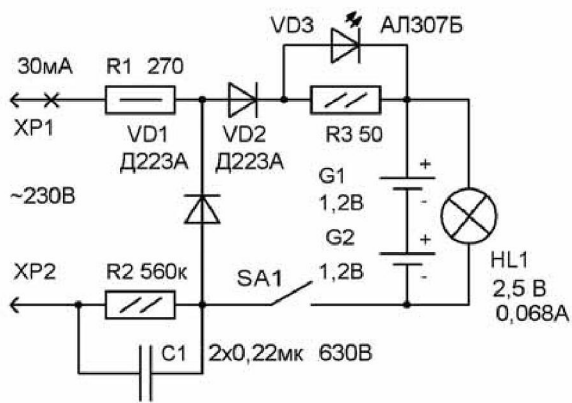
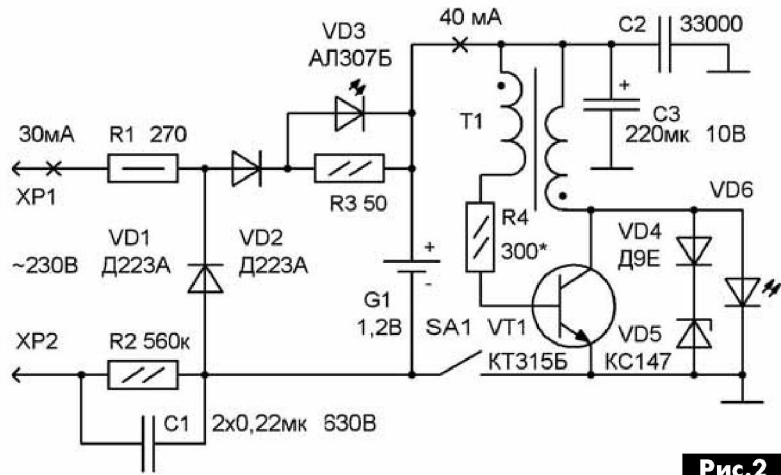

Рис. 1
Рис. 2
- изменена схема (**рис. 1**);
Во втором, более сложном варианте реанимации АКФ была полностью изменена схема (**рис. 2**). В фонарик установлены элементы схемы выпрямителя R1, R2, C1, VD1, VD2, и индикации тока заряда VD3, R3 АК на светодиоде VD3, и один АК (третий АК от упомянутой ранее купленной АКБ) вместо двух. Изготовлен излучатель на сверхъярком белом светодиоде. Изготовлен транзисторный преобразователь напряжения для его питания [1].
Как видно из **рис. 1** и **рис. 2**, в режиме заряда АК напряжение сети 230 В через балластный конденсатор C1 поступает на однополупериодный выпрямитель на диодах VD1 и VD2, выпрямляется, и через схему индикации тока заряда на резисторе R3 и диоде VD3 на АК. Схемы выпрямителя и индикатора тока заряда для **рис. 1** и **рис. 2** – аналогичны.
При включении фонаря **рис. 2** напряжение от АК через выключатель SA1 поступает на DC / AC преобразователь, собранный по схеме блокинг-генератора. Баланс фаз в генераторе обеспечен конструктивно намоткой и соединением обмоток I и II между собой трансформатора Т1. Баланс амплитуд обеспечен числом витков базовой обмотки трансформатора Т1, и смещением транзистора по постоянному току через резистор R4.